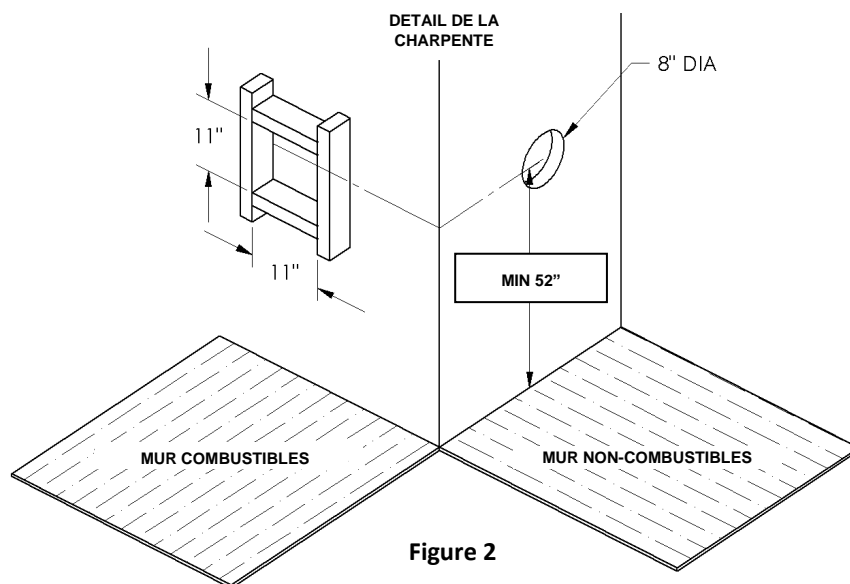

Figure 2
1. Pour déterminer la distance minimale entre le plancher du foyer et le centre de l'évent voir la page Comment encastrer votre foyer. Percez le mur en prévoyant un espace pour un manchon de 11po px11po (diamètre intérieur) pour les murs combustibles et un manchon de 8po de diamètre pour les murs non combustibles. (voir figure 2)
La longueur maximale est de 20p/ 6.1m lorsque la longueur verticale est de 7pi/ 2.1m (figure 2) N.B. : Pour chaque 12po de conduit horizontal il doit y avoir 1/4po de conduit vertical.